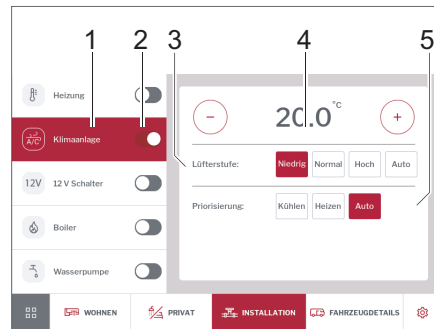

Fig. 266 Climatisation
- Activer ou désactiver la climatisation à l'aide de l'interrupteur coulissant (Fig. 266,2).
- Appuyer sur la touche *Climatisation* (Fig. 266,1). Le bandeau de commande de la climatisation s'affiche.
- Utiliser les touches Plus et Moins pour régler la température souhaitée de l'habitacle (Fig. 266,4).
- Définir l'ordre des priorités souhaité (Refroidissement/Chauffage/Auto) (Fig. 266,5).
- Sélectionner la vitesse de ventilateur (Fig. 266,3).